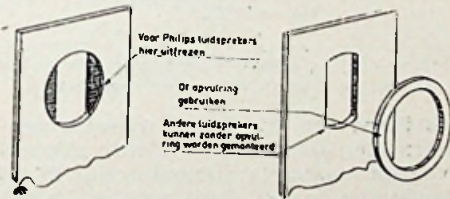

Fig. 2
Fig. 1 in RB '55 no. 8 toont aan deel (B) dat tevens als l.s.-plank dienst doet. Vandaar de afgeplatte cirkelvormige gaten hierin. De meeste l.s. kunnen direct achter tegen dit onderdeel worden geschroefd en de conussen „kijken” dan alleen maar door deze gaten. Philips l.s. moeten echter „verzonken” worden gemonteerd. Daarom moeten deze afgeplatte ronde gaten aan de achterzijde cirkelvormig tot enige millimeters diep worden uitgefreesd. Alternatief kunnen ook montageringen worden gebruikt. Dus als in fig. 2.